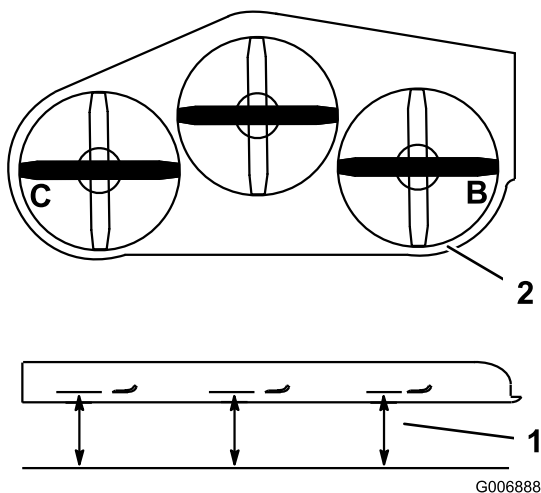

Figura 83
1. Posizionate la lama **destra** fianco a fianco (Figura 83).
2. Misurate la lama destra al punto **B** da una superficie piana fino al tagliente della punta della lama (Figura 83).
4. Posizionate la lama sinistra fianco a fianco (Figura 83).
5. Misurate la lama sinistra al punto **C** (Figura 83) da una superficie piana fino al tagliente della punta della lama.